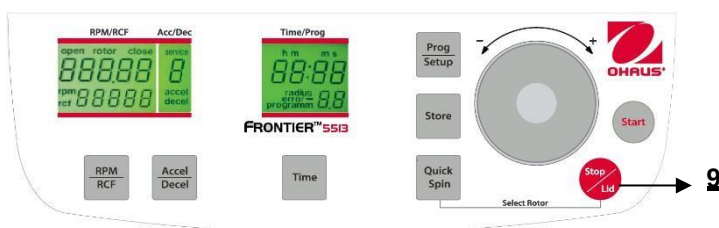

Figure. 24
Avec la touche **"Stop/Lid"** (9) (voir la figure 24), il est possible d'interrompre une centrifugation à tout moment. Après avoir appuyé sur la touche, la centrifugeuse décélère conformément à l'intensité présélectionnée jusqu'à son arrêt complet. Après l'arrêt complet du rotor, appuyez sur la touche "Stop/Couvercle" pour ouvrir le couvercle.